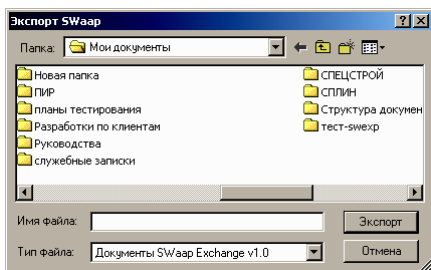

Рис. 6.3. Диалоговое окно «Экспорт SWaap».
5. В открывшемся окне «*Экспорт SWaap*» (рис. 6.3) задайте наименование и расширение *.swe для сохраняемого файла.